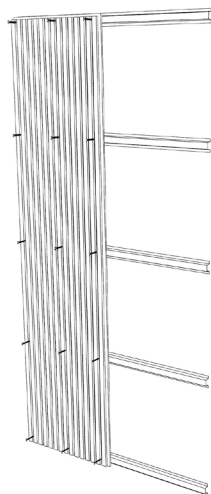

Figure 9. Fixation murale d'un panneau HARMONY avec des fourrures.
Pour une installation répondant aux normes feu, il est recommandé d'utiliser des fourrures de contreplaqué FR de 3/4 po ou des fourrures métalliques à fixer à la structure du mur. Ensuite, les panneaux Harmony doivent être fixés aux fourrures. L'emplacement et l'espacement entre les fourrures dépendra de l'orientation et la disposition des panneaux. (**Fig. 9**).
Pour la fixation mécanique, il est recommandé d'utiliser des vis à gypse à filet double no.6 - longueur de 1-5/8po qui seront positionnées entre les lames de bois. Il est recommandé d'utiliser quinze (15) vis par panneaux (**Fig. 9**). Selon la couleur de l'endos acoustique sélectionné, la couleur des vis devront être agencées à la couleur de l'endos.